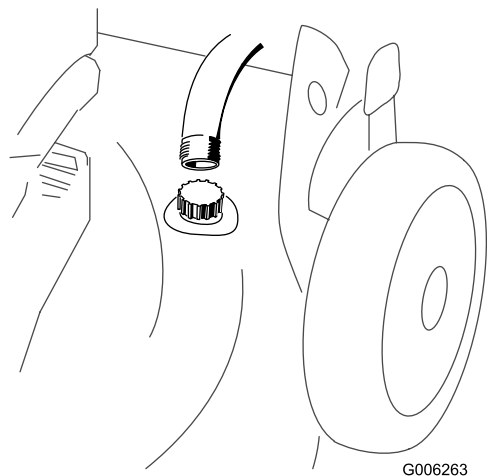

Figure 30
3. Branchez un tuyau d'arrosage relié à l'alimentation en eau au raccord de lavage du carter du plateau de coupe (Figure 30).